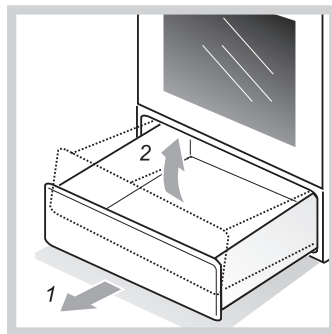

Рис. 10
- Как достать ящик, показано на рис.10.